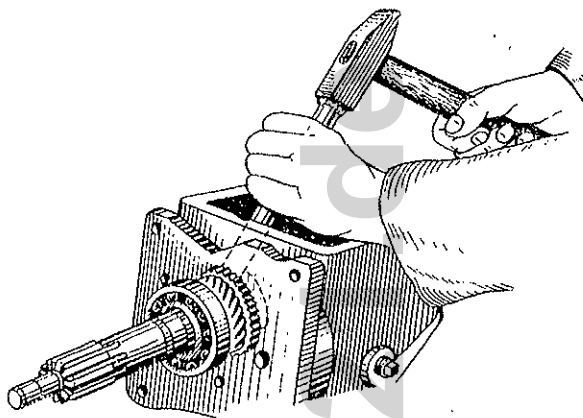

Bild 147 Ausbau der Getriebekupplungs-
- Getriebekupplungs- und Achswelle mit Lager und Synchronisier- ring (Bild 147) aus Getriebekasten heraussetzen. Den Synchronisier- ring anmerken, damit er beim Zusammenbau wieder an dieselbe Stelle kommt;